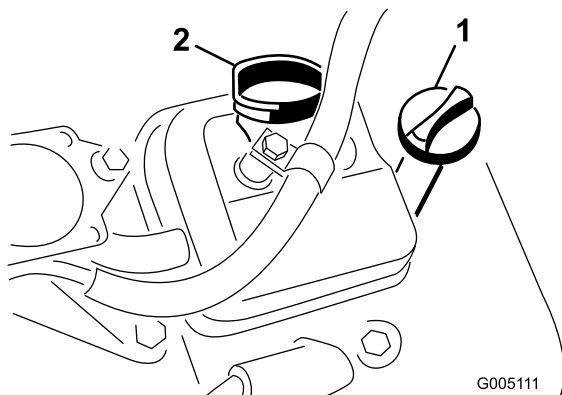

Figura 18
2. Svitare l'asta di livello e asciugatela con un panno pulito. Avvitare l'asta di livello nel relativo tubo e assicuratevi che sia fissata saldamente (Figura 18).